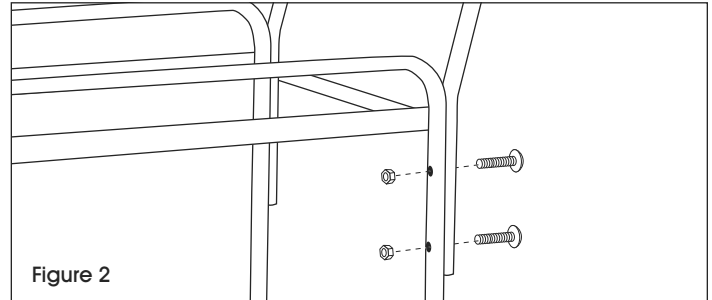

Figure 2
**REMARQUE :** Vous pouvez identifier le devant de la structure par l'absence de trous de montage destinés à l'installation de la poignée. (Voir Figure 2)
1. Placez le chariot à la verticale et fixez les deux côtés de la poignée à l'arrière du chariot à l'aide de boulons et d'écrous. (Voir Figure 2)